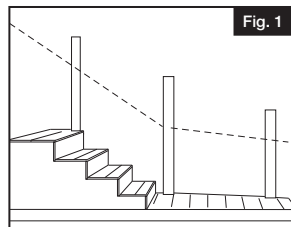

Fig. 1
- Iniciar todas las instalaciones del pasamanos con el diseño y marcado de la altura deseada de la parte superior del pasamanos en todos los postes y las superficies de montaje (Fig. 1). Esta línea de diseño del pasamanos se utilizará en los siguientes pasos para el montaje de los componentes.